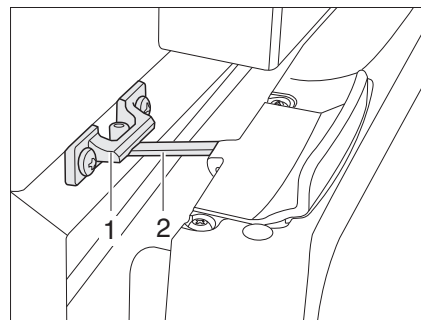

Fig. 144 Porte du réfrigérateur en position de ventilation (Thetford)
- Ouvrir le verrouillage (Fig. 144,2) et l'enclencher dans le logement de verrouillage (Fig. 144,1). La porte du réfrigérateur reste ainsi légèrement ouverte.